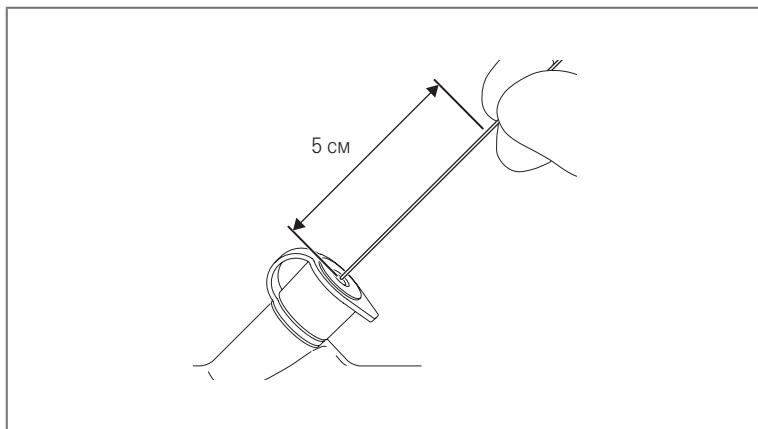

Рис. 4.2
- Следите, чтобы дистальный конец эндоскопического устройства был закрыт или втянут в интродьюсер. При использовании биопсийных щипцов полностью сомкните чашки на кончике. При первом введении почувствуется некоторое сопротивление. Возьмитесь за стержень на расстоянии около 5 см от конца и протолкните его внутрь. (см. рисунок 4.2)